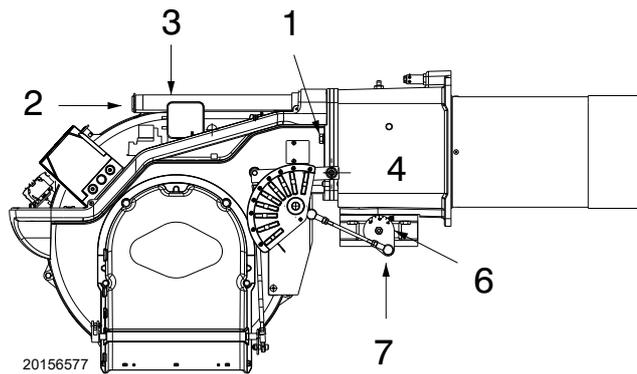

Fig. 19
- rimontare il bruciatore sulle guide 3)(Fig. 19) a circa 100 mm dal manicotto 4)(Fig. 19);
- Fissare il bruciatore al manicotto con le viti 1)(Fig. 19).
- Riagganciare lo snodo 7) al settore graduato 6)(Fig. 19).